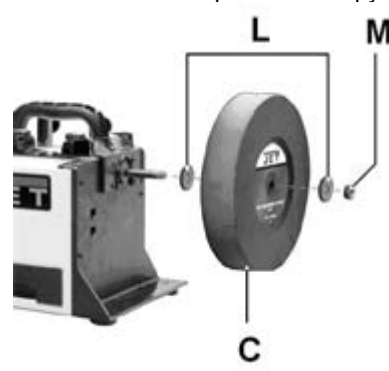

Рис. 10
Перед установкой осмотрите шлифовальный круг на предмет дефектов (например, трещин). Не используйте дефектные круги. Установите новый шлифовальный круг (C, см. Рис. 10, арт.: 708042). Установите шайбы (L) по обе стороны шлифовального круга и затяните гайку (M).